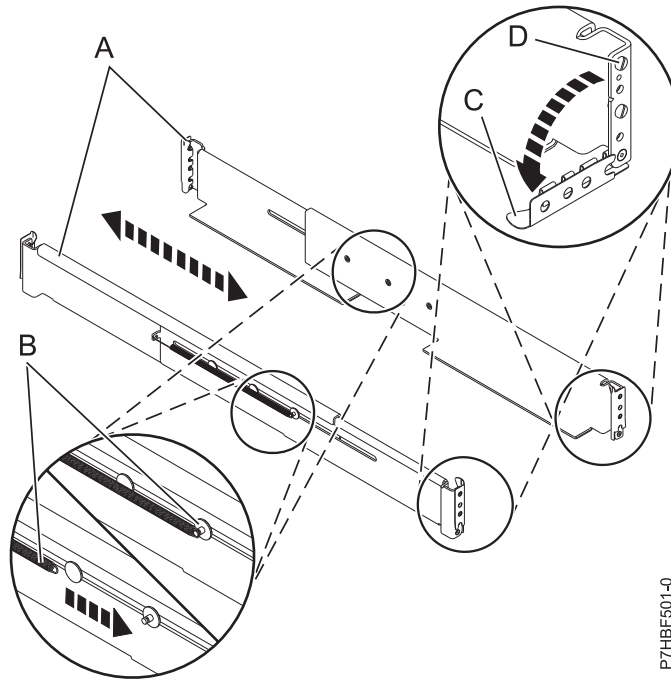

図 5. レールの取り付け
3. 次に示すように、左右のレールの前部と後部のクランプ **(C)** を下に回転させます。9 ページの図 5
4. 各レールで、スプリング **(B)** をレールに固定しているテープを取り除きます。次に示すように、スプリングの端をレール上の円形の支柱に引っ掛けます。 図 5